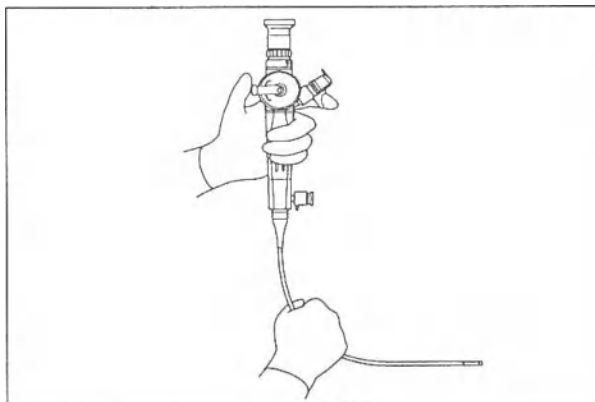

Рис. 3.2
4. Осторожно проведите пальцами по всей длине вводимой трубки. Убедитесь в отсутствии любых выступающих объектов либо других нарушений (см. Рис. 3.2).